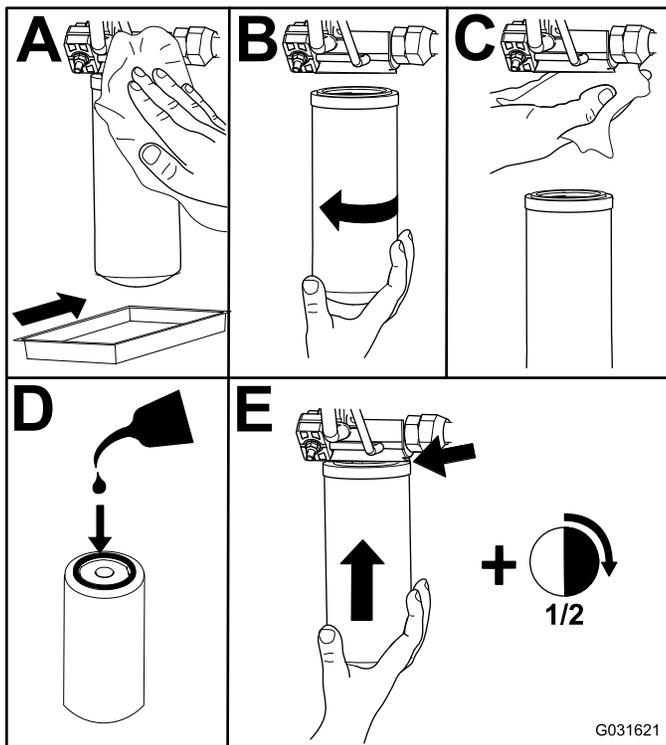

Рисунок 105
2. Замените гидравлические фильтры (Рисунок 105).